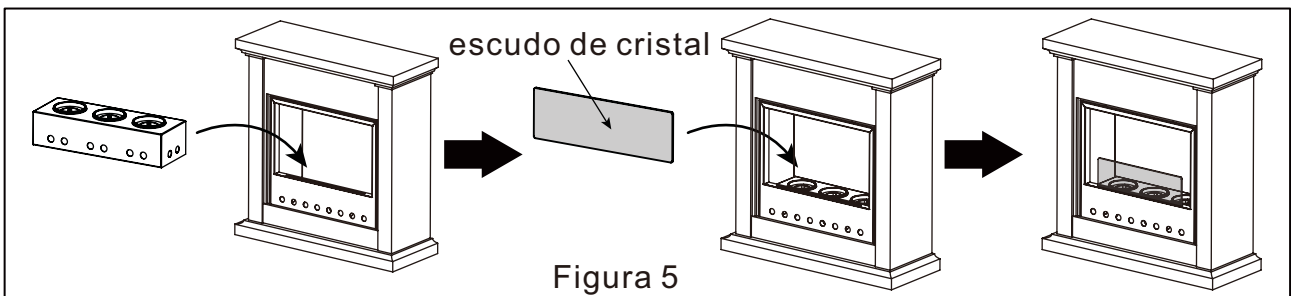

Figura 5
(2). Coloque el recipiente para el fuego en la parte inferior central del cuerpo de la chimenea, luego inserte el escudo de vidrio en la ranura con cuidado y ternura, asegúrese de que quede derecho hacia arriba (ver Figura 5).